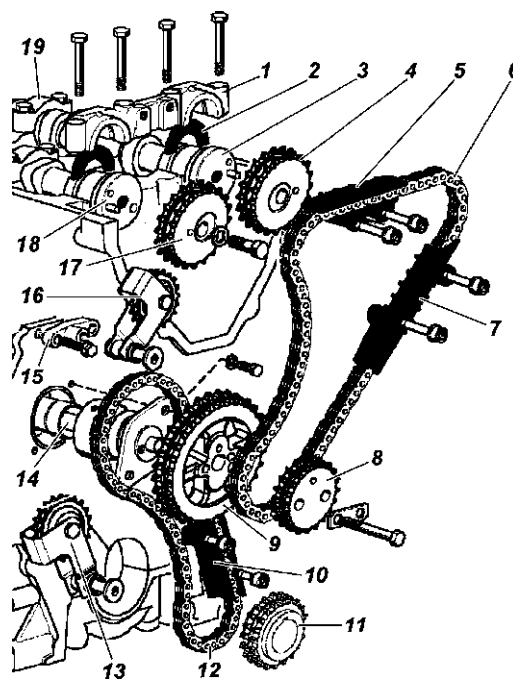

Рис. 4.25. Привод распределительных валов:
- снимите верхний 5 (рис. 4.25) и средний 7 успокоители цепи;
- отверните болт крепления звездочки 17 (см. рис. 4.25) распределительного вала впускных клапанов, удерживая ключом распределительный вал от проворачивания и снимите звездочку;
- расконтрите болты крепления звездочек 8 и 9 (см. рис. 4.25) промежуточного вала, снимите звездочки, цепи и, при необходимости, рычаги натяжных устройств со звездочками;